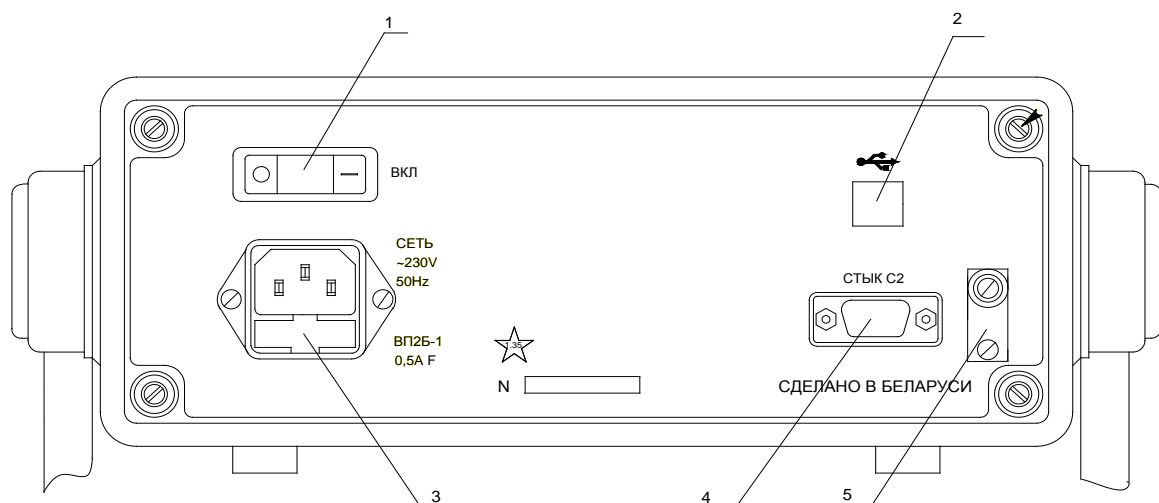

Рисунок 12 - Расположение органов подключения, находящихся на задней панели вольтметра.
2.3.3. На задней панели вольтметра (рисунок 12) расположены органы управления и подключения, маркировка которых указана в таблице 18.